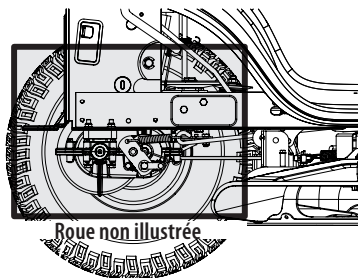

Figure 21
- Gardez l'essieu ainsi que la partie autour de la transmission et du ventilateur propres. Voir Figure 21.